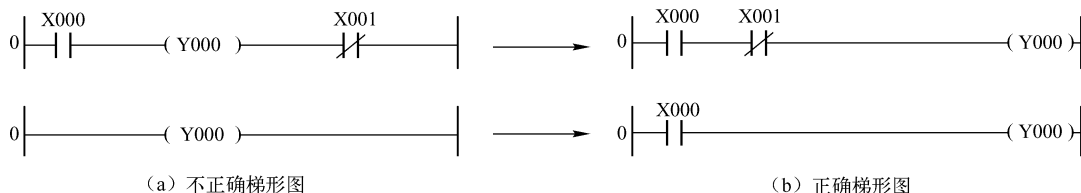

图 2.1.9 线圈右边无触点的梯形图
(2) 线圈右边无触点。梯形图中每一逻辑行从左至右排列，以触点与左母线的连接开始，以线圈、功能指令与右母线（可允许省略右母线）连接结束，触点不能接在线圈的右边，线圈也不能直接与左母线连接，必须通过触点连接，如图 2.1.9 所示。